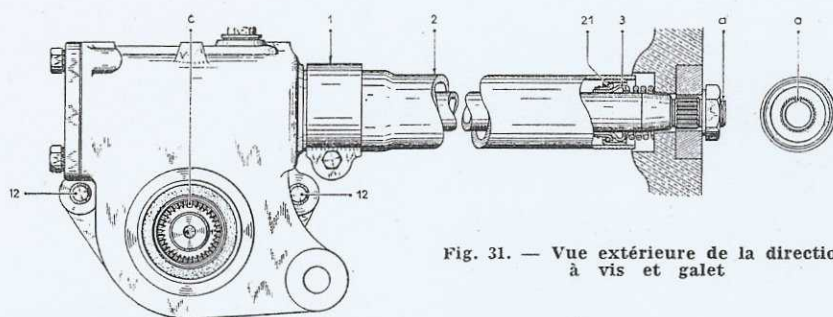
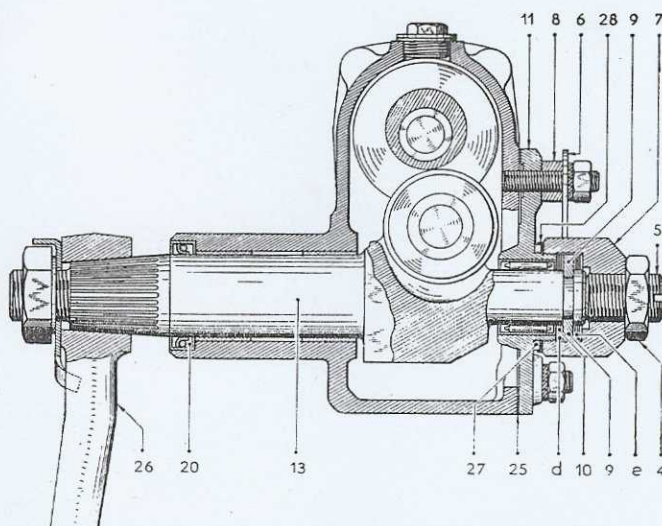
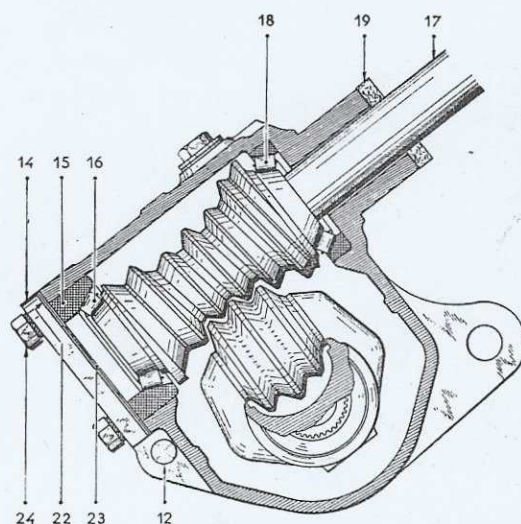

Fig. 31. — Vue extérieure de la direction à vis et galet
Fig. 32. — Coupe par le galet
Fig. 33. — Coupe par la vis
- Desserrer le collier (1) (fig. 31) de la colonne de direction (2).
- Déposer la colonne de direction (attention à la rondelle fendue (3) qui risque de tomber).
- Desserrer le contre-écrou (4) et déposer la vis (5) de rattrapage du jeu latéral (fig. 32).
- Déposer la plaque d'arrêt (6), l'écrou de réglage (7) et son entretoise (8).
- Déposer les 2 demi-rondelles d'arrêt (9) de l'arbre porte-galet et les cales de réglage (10).
- Déposer le couvercle (11) d'arbre porte-galets (les 2 pieds de centrage (12) sont montés « dur » dans le couvercle (fig. 31)).
- Dégager l'arbre porte-galet (13) (fig. 32).
- Repérer la position du couvercle sur le boîtier. Déposer le couvercle inférieur (14) (fig. 33), la cage (15) de roulement inférieur, le roulement (16) l'arbre de vis (17).
- Déposer le roulement supérieur (18) et le joint feutre (19).
- A l'aide d'un tournevis, déposer le joint d'étanchéité (20) (fig. 32).
- Déposer le roulement extérieur (21) (fig. 31) de la colonne de direction, en le chassant à l'aide d'un tube.
- Interposer les 2 joints (22) et les cales (23) trouvés au démontage.
- Monter le couvercle inférieur (14) (en respectant les repères faits au démontage). Serrer progressivement les 4 vis (24) en répartissant le serrage. Serrer à 3,5 m.kg en s'assurant que la vis globique tourne librement). Si un jeu, même léger, persiste, enlever une cale (23); si, par contre, un dur est apparu pendant le serrage des écrous à 3,5 m.kg ajouter une ou plusieurs cales).
- Monter définitivement le carter inférieur (14). Placer les cales, déterminées précédemment, entre les 2 joints papier (22) qui ont servi pour le réglage. Enduire d'« Hermétic » le filetage des vis (24). Présenter le couvercle inférieur (14); serrer les vis de fixation à 3,5 m.kg avec rondelle éventail sous tête.
- Mettre en place, dans son logement, le joint d'étanchéité (20), enduire préalablement la périphérie d'« Hermétic ».
- Orienter la lèvre du joint vers l'intérieur du boîtier (fig. 32).
- Présenter l'arbre porte-galet (13), la rainure de clavetage « C » orientée comme indiqué (fig. 31).
- Placer le joint papier (25) et le couvercle (11) d'arbre porte-galet.
- Régler l'engrènement vis-galet. La vis (17) et l'arbre porte-galet (13) ayant leurs repères placés comme indiqué (fig. 31) (ce qui correspond à la position « marche en ligne droite » du véhicule), il ne doit exister aucun jeu entre vis globique et galet.
- Placer sur l'arbre porte-galet les cales (10) retirées lors de la dépose (l'épaisseur des cales doit affleurer la gorge des 2 demi-rondelles d'arrêt (9) (fig. 32); placer ces 2 demi-rondelles et serrer modérément l'écrou de réglage (7).
- Monter, provisoirement, le levier de direction (26) et apprécier le jeu au levier par tractions alternatives vers l'AV et l'AR.
- Placer le roulement (21) (fig. 31), à la partie supérieure de la colonne, le mettre en place à l'aide d'un tube.
- Placer sur l'arbre de vis le joint feutre (19) (fig. 33) et l'amener au contact du boîtier.
- Placer la colonne (2) de direction, en orientant la fente vers la partie supérieure (côté bouchon de remplissage).
- Placer le collier de serrage (1) la vis de fixation orientée vers la partie inférieure du boîtier.